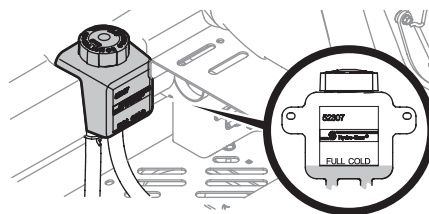

Figure 47
1. Pivotez le siège du conducteur vers l'avant et nettoyez le bouchon du réservoir et la zone autour du bouchon pour éviter que des débris ne contaminent l'huile de transmission (Figure 47).
2. Tournez le bouchon du réservoir dans le sens antihoraire pour le retirer, puis vérifiez le niveau d'huile dans le réservoir. L'huile doit être visible au fond de la coupelle, mais le niveau d'huile ne doit **PAS** être supérieur à la ligne « FULL COLD » (Figure 47). **NE REMPLISSEZ PAS LE RÉSERVOIR.**